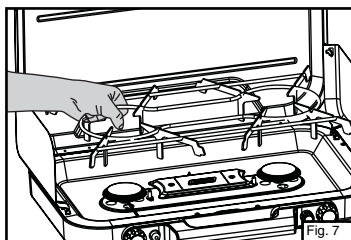

Fig. 7
■ Mettez la grille porte-plats tel qu'illustré. (Fig. 7)